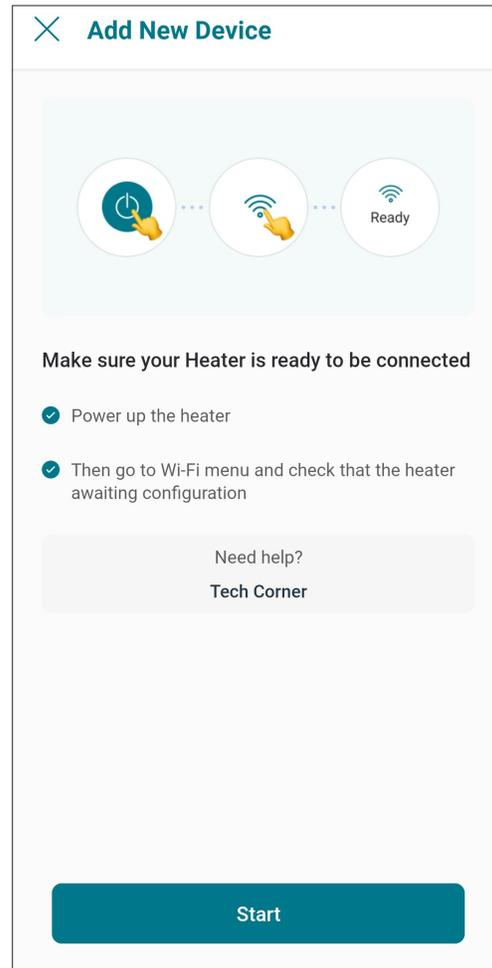

Figure 76. Contrôlez votre appareil
2. L'écran « Check your device » (Contrôlez votre appareil) s'affiche. Assurez-vous que chauffe-piscine Crosswind V est alimenté et qu'un signal Wi-Fi est disponible dans la zone, puis appuyez sur le bouton « Start » (Démarrer). Voir Figure 76.